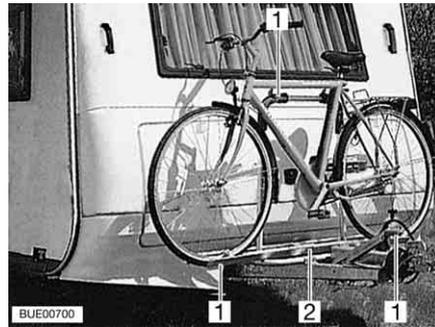

Fig. 9 Portabicicletas en la parte delantera
- Colocar las bicicletas sobre el portabicicletas (Fig. 9,2) y atarlas con las correas de cierre rápido (Fig. 9,1).